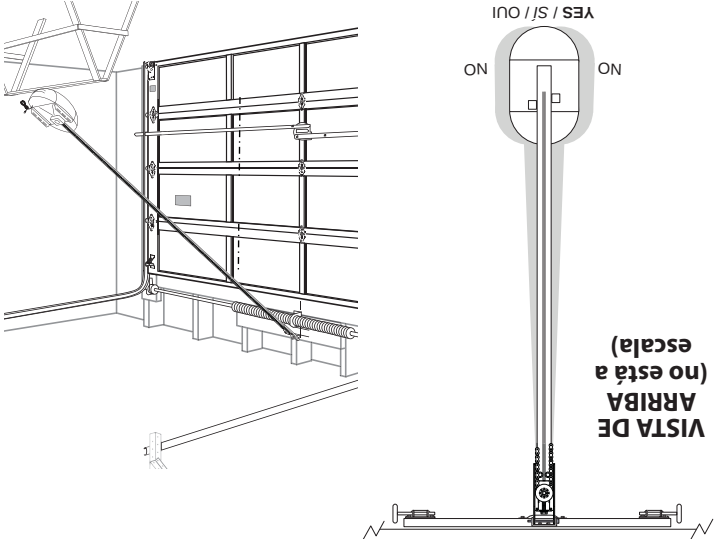

FIG. 2-4 Coloque el conjunto y alinee
- Coloque el riel montado en la pared próximo al soporte del travesaño (Fig. 2-4).
NOTA: Antes del acople final al cielo raso, asegúrese de que el conjunto esté bien alineado (Fig. 2-4).